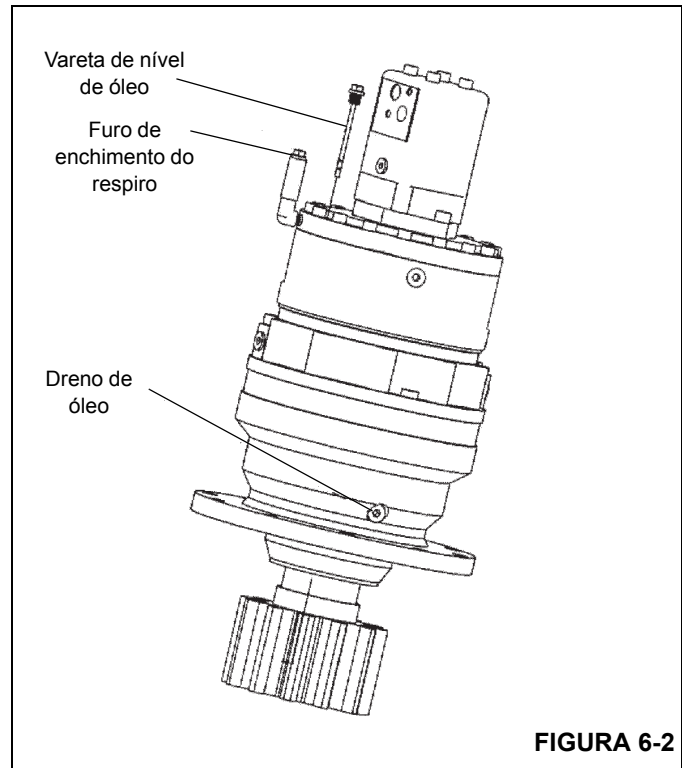

FIGURA 6-2
4. Para reabastecer com óleo (consulte a Figura 6-2), verifique se o respiro está aberto. Adicione o óleo através do furo de enchimento do respiro até atingir o nível apropriado na vareta.